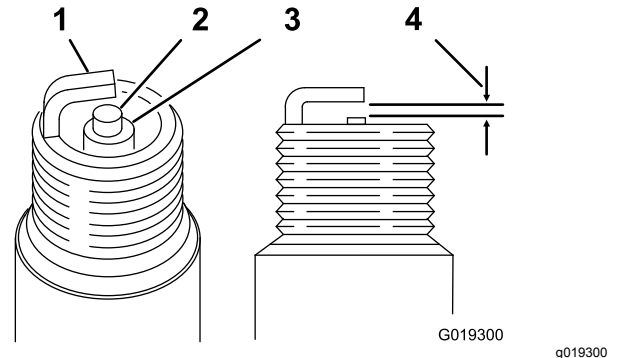

Figura 44
5. Para cada vela de ignição, defina a folga entre o eléetrodo central e o eléetrodo lateral para 0,76 mm; consulte Figura 44. Instale cada vela de ignição com a folga correta com um vedante e aperte-a com uma força de 22 N·m.